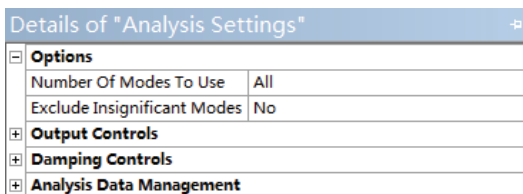
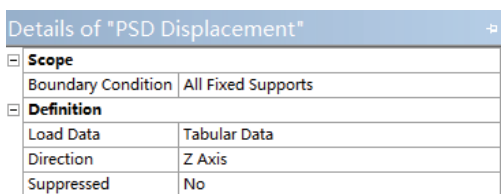
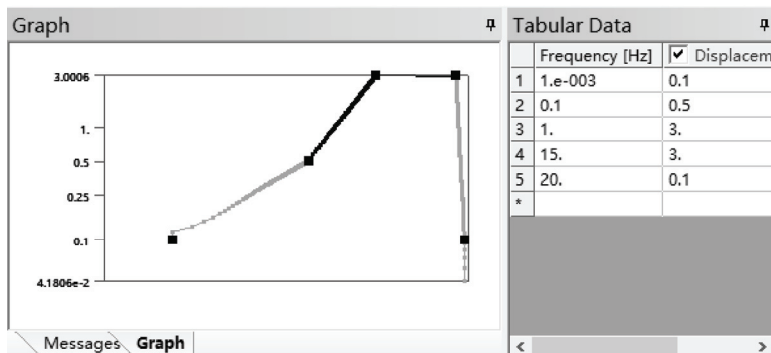

图 13-10 设置 PSD Displacement 细节窗口
图 13-11 设置 PSD Displacement 对象
图 13-12 谱载荷设置
2) 在 PSD Displacement 对象的细节窗口设置 Direction 为 Z Axis, 如图 13-10 所示。设置细节窗口如图 13-11 所示, 得到的谱图如图 13-12 所示。